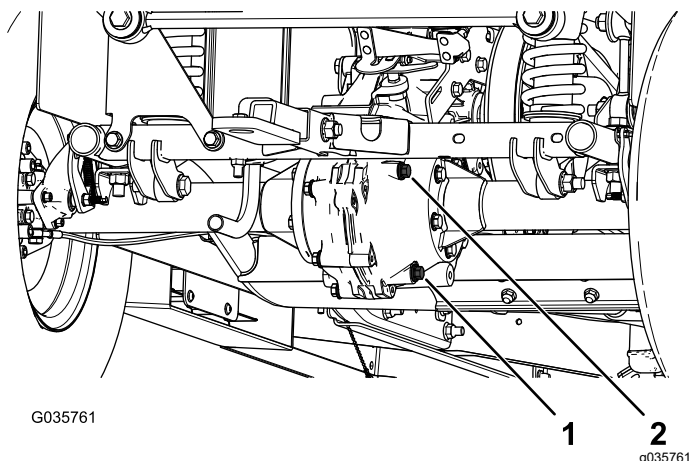

Figure 59
4. Enlevez le bouchon de remplissage de la boîte-pont (Figure 59).
5. Si le niveau de liquide est trop bas, enlevez le bouchon de remplissage et ajoutez le liquide spécifié jusqu'à ce qu'il ressorte par l'orifice (Figure 59).
1. Placez un bac de vidange sous le bouchon de vidange (Figure 59).
2. Enlevez le bouchon de remplissage et le joint (Figure 59).
3. Enlevez le bouchon de vidange et le joint et vidangez tout le liquide (Figure 59).